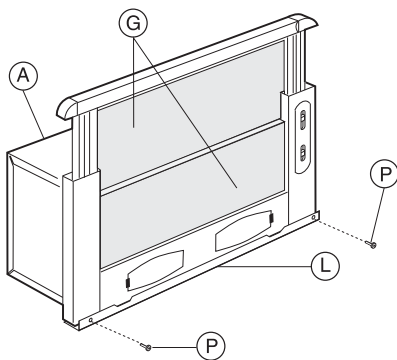

Abb. 2
- Zum korrekten Einbau muß das Frontpaneel der Haube mit der Hängeschränktür bündig gebracht werden, danach den distanzhalter L mit den Schrauben P (Abb.2) regulieren um die hintere Wand des Gerätes an das Montagepaneel anzupassen.